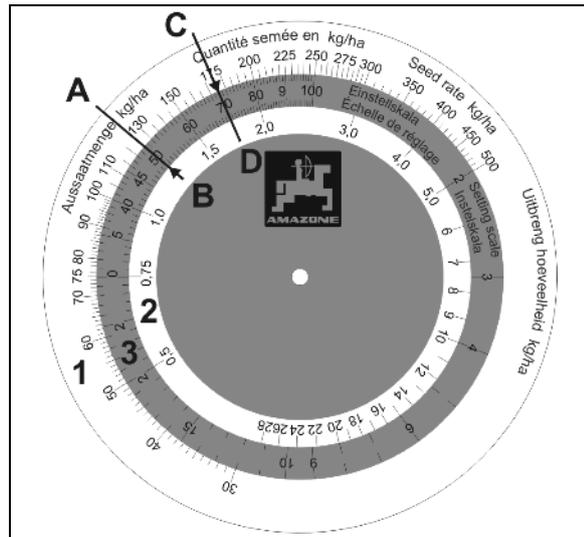

Fig. 46
Die Rechenscheibe besteht aus drei Skalen: einer äußeren weißen Skala (Fig. 46/1) für alle Ausbringungsmengen über 30 kg/ha und einer inneren weißen Skala (Fig. 46/2) für alle Ausbringungsmengen unter 30 kg/ha. Auf der mittleren, farbigen Skala (Fig. 46/3) sind die Getriebestellungen von 1 bis 100 angegeben.
2. Die Ausbringungsmenge **125 kg/ha** (Fig. 46/A) und die Getriebestellung **50** (Fig. 46/B) auf der Rechenscheibe übereinander stellen.
3. Lesen Sie nun auf der Rechenscheibe die Getriebestellung für die gewünschte Ausbringungsmenge von **175 kg/ha** ab (Fig. 46/C). In unserem Beispiel ist das die Getriebestellung **70** (Fig. 46/D).